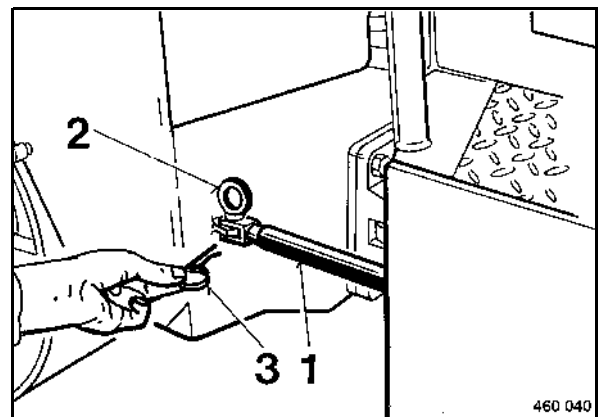

fig. 79
- Détacher la sécurité d'articulation 1 (fig. 79) de son support et le pivoter vers l'avant après